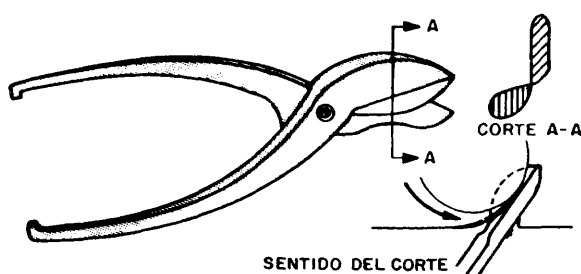

Fig. 3
- a) Tijera de corte curvo para la izquierda (fig. 3).